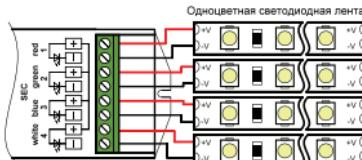

Рис.4. Подключение одноцветной светодиодной ленты (1cH).
- Подключите светодиодную ленту или другой совместимый светодиодный источник света к выходу SEC контроллера, соблюдая полярность и расположение проводов RGBW. Возможные варианты использования контроллера показаны на Рис.1 – Рис.4.